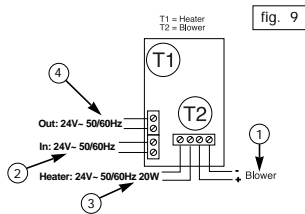

fig. 9
2. Eseguire le connessioni tra ventilatore e circuito relativo (fig. 9 punto 1).
5. Eseguire le connessioni del circuito alla fonte di alimentazione a 24VAC (fig. 9 punto 2).
8. Nel circuito c'è anche la possibilità di prelevare l'alimentazione per una telecamera (fig. 9 punto 4).